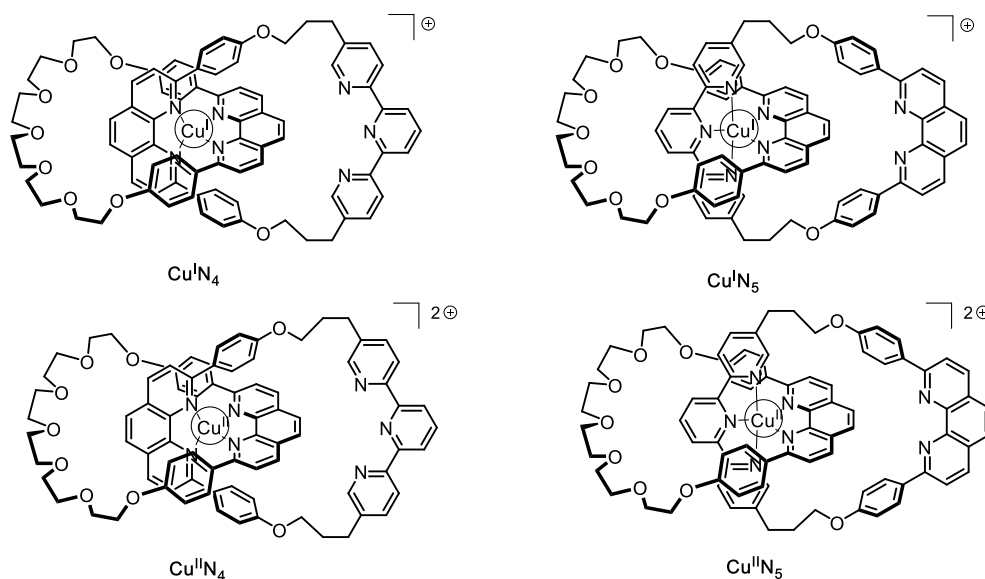

Fig. 2 – Estados del [2]catenano **L**
11. **Rellene** los recuadros sólidos con la designación que involucra a los complejos en la Fig. 2, y **complete** la secuencia para alcanzar un control electroquímico del sistema; usando la siguiente